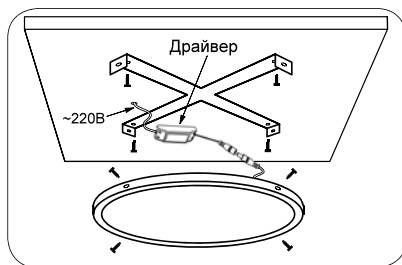

Рис.1. Монтаж на поверхность.
3.2.1. Накладной способ установки (Рис.1):